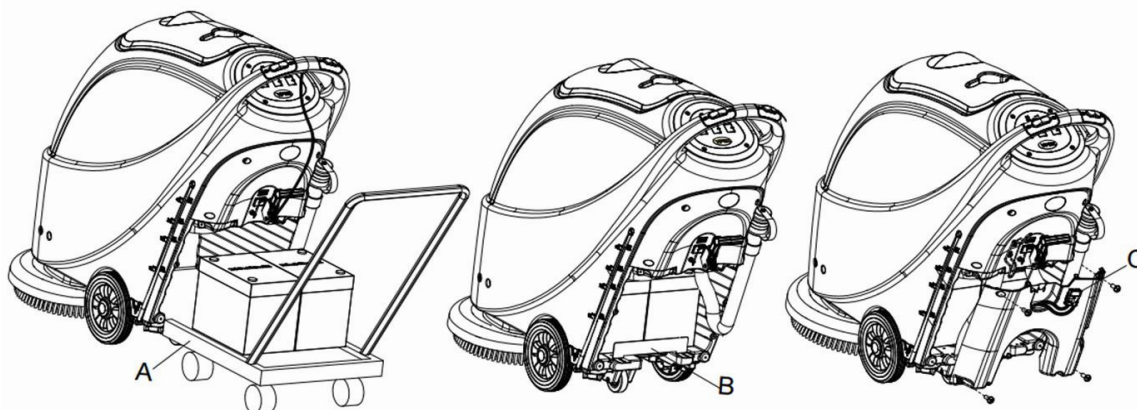

Figura 7
14. Instalați bateria cu ajutorul uneltelor speciale de instalare (**A, Figura 7**). După instalarea bateriei, îndepărtați instrumentele de instalare și montați mânerul de fixare a bateriei (**B, Figura 7**).
15. Treceți conectorul bateriei (**C, Figura 7**) prin fanta de pe partea superioară a capacului bateriei, treceți furtunul prin fanta adecvată a capacului cutiei bateriei, fixați capacul cu 4 șuruburi și apoi instalați succesiv cablul de orientare a mopului, furtunul de drenaj și mopul.